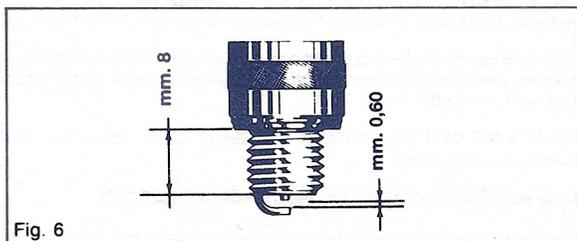

Fig. 6
**NOTA:** Le moteur est équipé d'une bougie avec un filetage d'une longueur de 8 mm (comme illustré en fig. 6). Si vous utilisez des bougies avec un filetage plus long, vous pouvez provoquer des dommages sérieux à votre moteur et CECI N'EST PAS couvert par la garantie.
5. Contrôler la distance entre les électrodes, qui devra être de 0,6 mm (voir fig. 6).